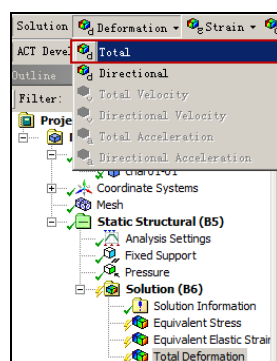

图 1-49 添加总变形选项
- 步骤 04** 如同步骤 (2), 选择 Solution 工具栏中的 Deformation (变形) → Total 命令, 如图 1-49 所示, 此时在分析树中会出现 Total Deformation (总变形) 选项。